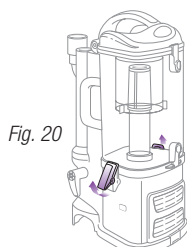

Fig. 20
- 1 Destrahe los ganchos de los costados del recipiente de la tierra levantándolos hacia arriba y hacia fuera para separar el recipiente de la tierra de la base del motor. **(Fig. 20)**